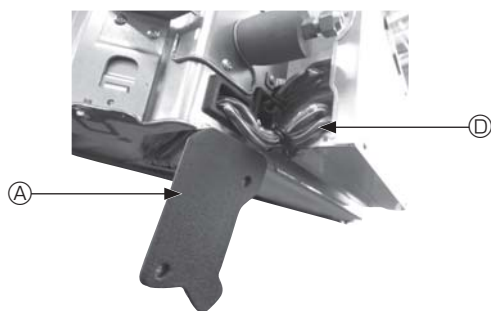

Fig. 4-4
- ① Avlägsna de två skruvarna som håller kabelskyddet på huvudenheten och öppna skyddet.
- ② Dra kablarna från i-See-sensorn och signalomtagaren genom kabelinloppen i elkompontentlådan som visas på bilden och genom dragavlastningen i huvudenheten. (Fig. 4-4)